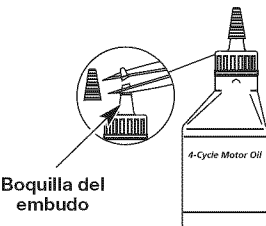

Fig. 6
1. Desensrosque la tapa de la botella de aceite y retire el sello de papel que cubre la apertura. Vuelva a colocar la tapa. Corte la punta de la boquilla del embudo (Fig. 6).